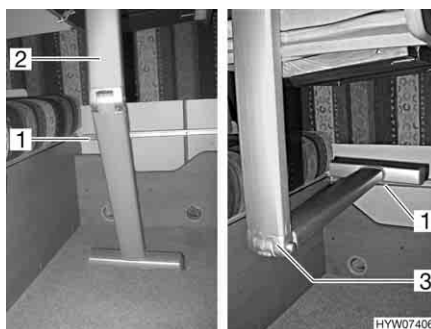

Fig. 73 Tavolo sospeso con supporto snodabile
- Sbloccare il piede del tavolo (Fig. 73,2) sul giunto e ripiegarlo.
- Agganciare il tavolo sospeso nella sbarra di aggancio inferiore (Fig. 73,1) e collocarlo sul giunto del piede del tavolo (Fig. 73,3).